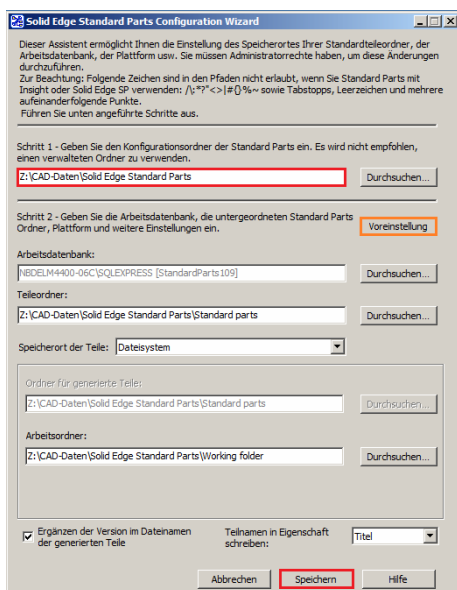

Abbildung 23
- 7.1. Öffnen Sie den Konfigurationsassistenten, prüfen Sie die Einstellungen oder stellen Sie diese bei Bedarf auf die zuvor notierten Werte. Im Allgemeinen reicht es, den Pfad unter *Schritt 1* einzutragen und danach auf *Voreinstellungen* zu klicken. Hierdurch werden die Standardwerte wiederhergestellt. Sind alle Werte korrekt eingetragen, klicken Sie auf *Speichern* (Abb. 23), um die Einstellungen zu übergeben.